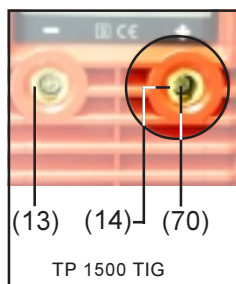
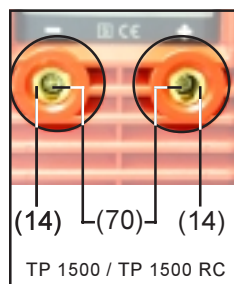

Abb. 13
Abb. 14
- Schweißbuchsen (13) bzw. (14), von außen her, in die Gehäusevorderseite einsetzen (Abb. 13 und Abb. 14)
- **TP 1500 TIG:** ⊕-Buchse mittels Schraube M5x12 - TX20 (70) am entsprechenden Kupferbügel im Gehäuseinneren festschrauben
- Schraube M5x12 - TX20 (70) mit 2 Nm festziehen, dabei Kupferbügel festhalten
- **TP 1500 / 1500 RC:** ⊕-Buchse und ⊖-Buchse mittels Schrauben M5x12 - TX20 (70) an den entsprechenden Kupferbügeln im Gehäuseinneren festschrauben
- Schrauben M5x12 - TX20 (70) mit 2 Nm festziehen, dabei die Kupferbügel festhalten